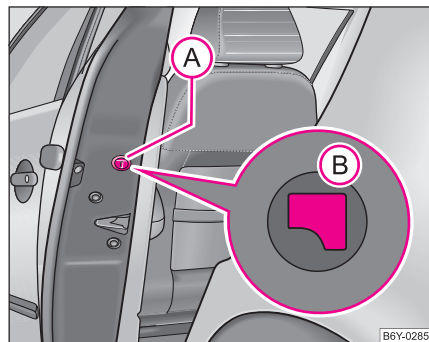

Abb. 24 Hintere Tür: Notverriegelung der Tür
- Bauen Sie die Blende **(A)** ab ⇒ Abb. 24.